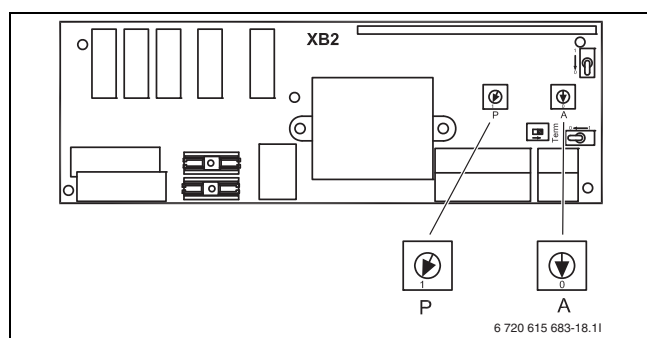

Рис. 11 Выбор адреса для бассейна
- [4] Выбор программы (→ рис. 11)
- [5] Выбор адреса (→ рис. 11)